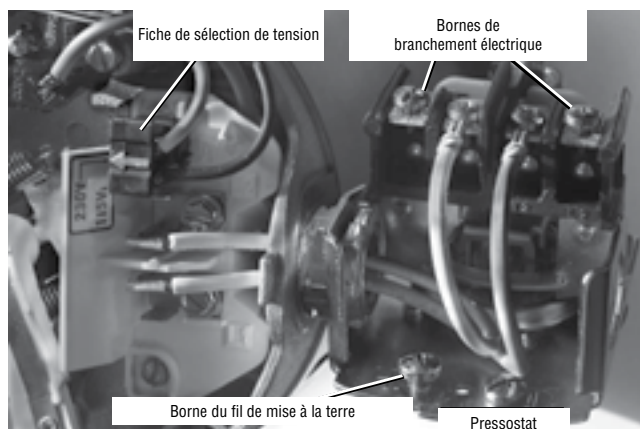

Figure 14 : Tension réglée à 230 V sur sélecteur à fiche
4. Fixer les fils d'arrivée de courant aux deux vis extérieures du manostat (Figure 14).
5. Relier le fil de terre à l'une des bornes de mise à la terre (Figure 14).